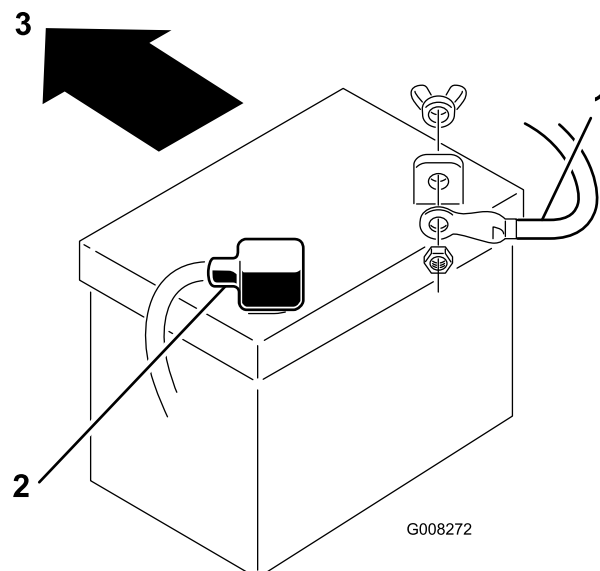

Figura 32
7. Desconecte el cable negativo de tierra (negro) del borne de la batería (Figura 32).
9. Desconecte el cable positivo (rojo) del borne de la batería (Figura 32).
1. Coloque la batería en el chasis con los bornes hacia la parte trasera de la máquina (Figura 32).
3. Usando el perno, las arandelas y la tuerca, conecte el cable positivo (rojo) al borne positivo (+) de la batería (Figura 32). Deslice la cubierta de goma sobre el borne de la batería.
4. Usando el perno y la tuerca de mariposa, conecte el cable negativo (negro) al borne negativo (-) de la batería (Figura 32). Deslice la cubierta de goma sobre el borne de la batería.